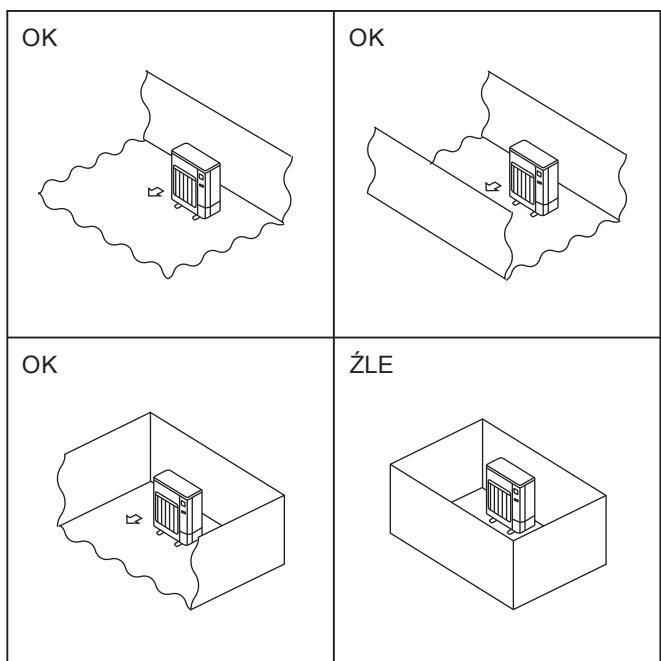

Fig. 2-2
- ◎ Jednostki zewnętrzne należące instalować w miejscach, które są otwarte z co najmniej jednej z czterech stron i oferują dostatecznie dużą powierzchnię bez zagłębień. (Fig. 2-2).